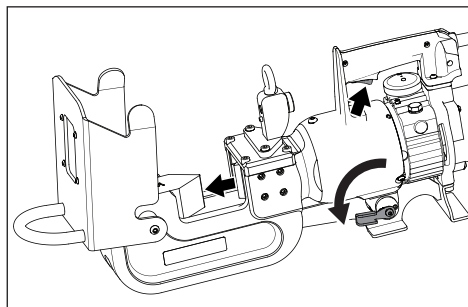

Figure 7, Avance du piston
- Avec le levier directionnel en position 1, appuyez sur la gâchette et maintenez-la enfoncée pour faire avancer le piston et la lame mobile. Voir la Figure 7.
⚠ AVERTISSEMENT Si la plaque de protection de la cisaille apparaît en position ouverte sur les Figures 7 et 8, c'est uniquement à titre d'illustration. N'utilisez jamais la cisaille si la plaque de protection est ouverte ou a été retirée.